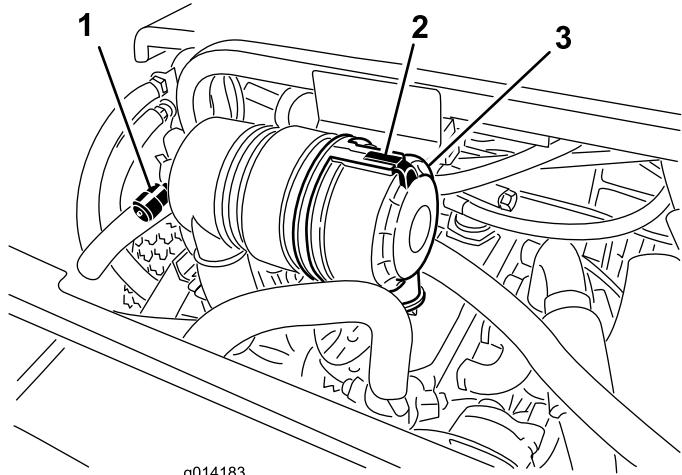

図 43
エアクリーナの整備はインジケータ図43が赤色になってから行ってください。早めに整備を行っても意味がありません。むしろフィルタを外したときにエンジン内部に異物を入れてしまう危険が大きくなります。
1. エアクリーナのカバーをボディーに固定しているラッチを外す(図43)。